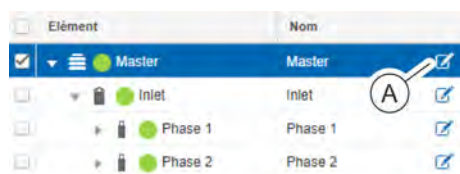

Fig. 97 : Sélection d'un élément
1. Dans la colonne « Nom », cliquer sur le crayon à côté de l'élément souhaité (Fig. 97 /Ⓐ).